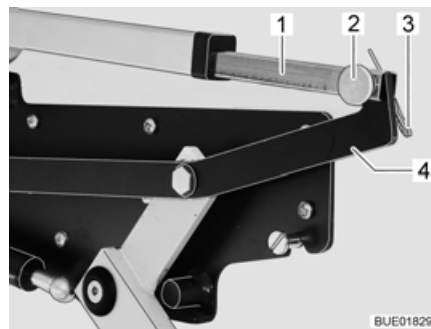

Fig. 123 Entraînement du lit escamotable
- Couper la connexion entre la tige de poussée (Fig. 123,1) et le levier (Fig. 123,4). Retirer pour ce faire la goupille (Fig. 123,3) et la broche (Fig. 123,2).